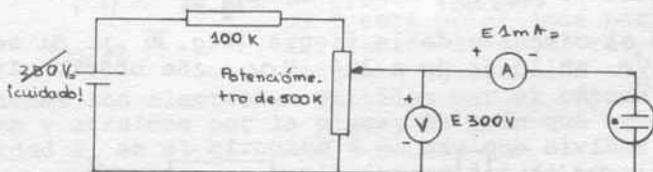

Fig.32
P.1.- Montar el circuito adjunto (fig.32 ). Conectar el potenciómetro de 500 K $\Omega$  de modo que a la salida  $V_s = 0$ . Ir elevando la d.d.p. de la salida. Encontrar el potencial de encendido y el